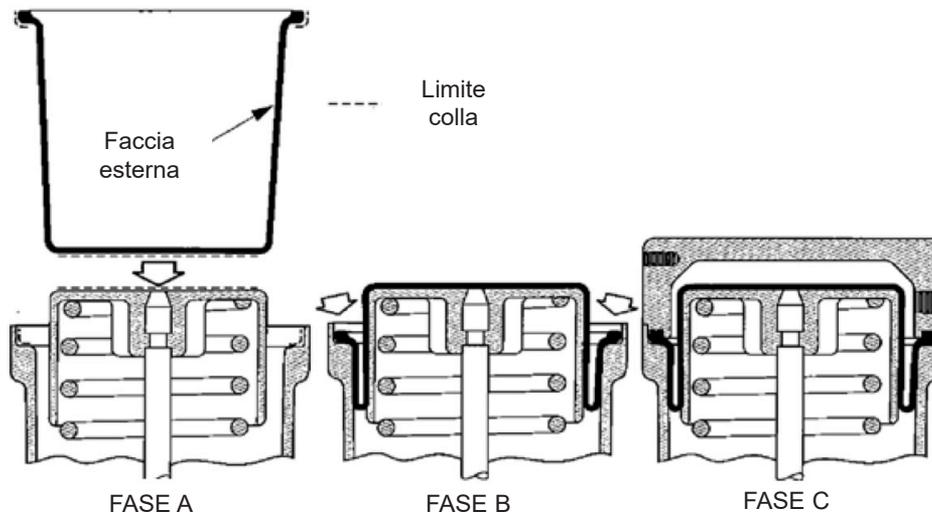

Figura 7 - Metodo 2
- K-2. Fissare il bordo del diaframma (40) fra i bordi del coperchio del diaframma (42) e il cilindro a molla (Figura 7, Metodo 2, passaggio C).